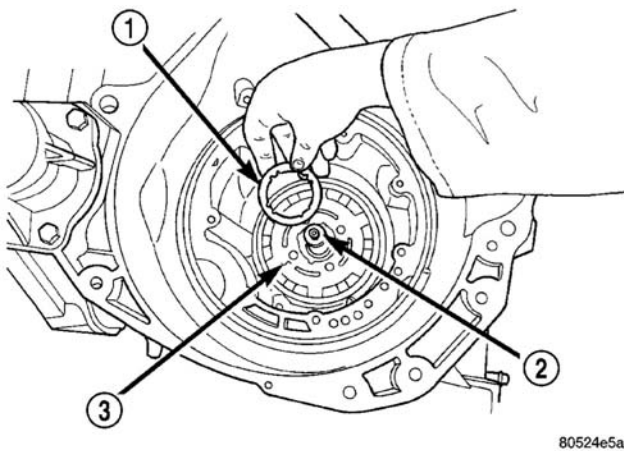

图 52 9 号止推垫圈
- (38) 从后行星齿轮总成（图 52）拆下 9 号止推垫圈。